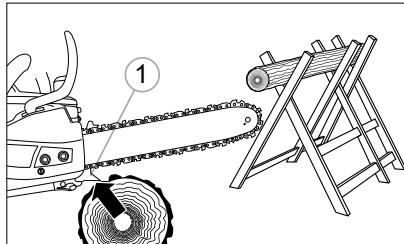

Rys. 18
Prycinanie odbywa się z powalonego drzewa. Nie odcinaj gałęzi podrzymujących pień i zabezpiecz go przed stoczeniem (A), dopóki nie ucenisz pnia (Rys. 18).